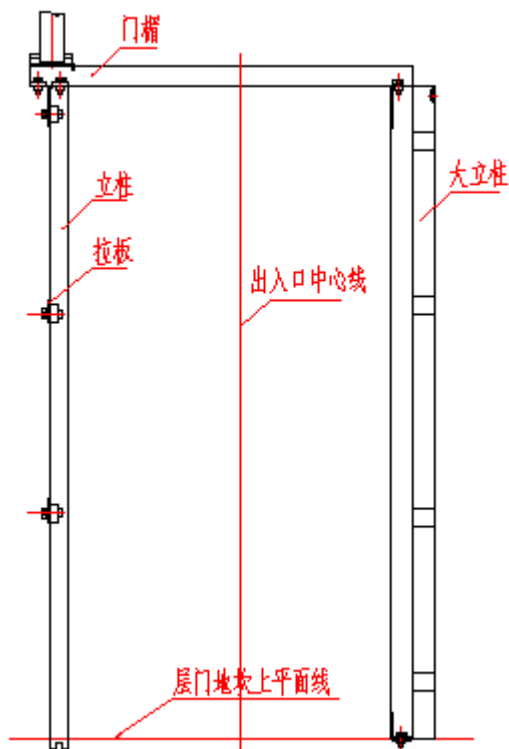

图 7-5
7.4.1 先组装门套：用螺栓连接门楣和左、右立柱（要求外表面平整，用角尺检查）。请见图 7-5：